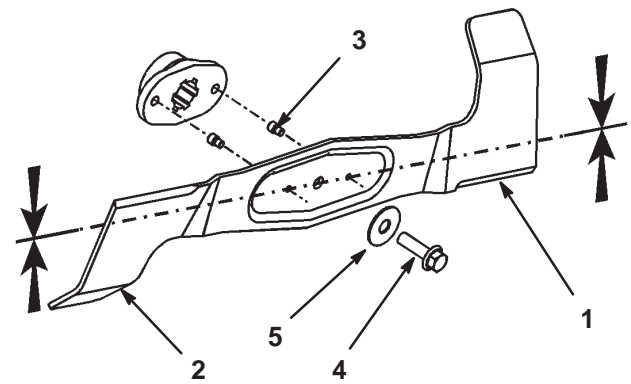

Bild 38
2. Untersuchen Sie die Schneidkanten (Bild 38). Bauen Sie die Schnittmesser aus, wenn die Kanten nicht scharf sind oder Kerben aufweisen. Schärfen Sie die Schnittmesser. Siehe Schärfen der Schnittmesser, Seite 33.
3. Untersuchen Sie die Schnittmesser, insbesondere die gebogenen Kanten (Bild 38). Bauen Sie ein neues Messer ein, wenn Sie eine Abnutzung oder Beschädigung dieses Bereichs feststellen.
4. Ersetzen Sie die die Scherbolzen sofort, wenn Sie gebrochen sind (Bild 38).
3. Entfernen Sie die Messerschraube, Scheibe und das Schnittmesser (Bild 38). Sie können einen Holzklötz zwischen das Schnittmesser und das Schneidwerk keilen, um das Schnittmesser beim Entfernen der Schraube zu blockieren.
1. Bringen Sie Schnittmesser, die Scheibe und die Messerschraube an (Bild 38).